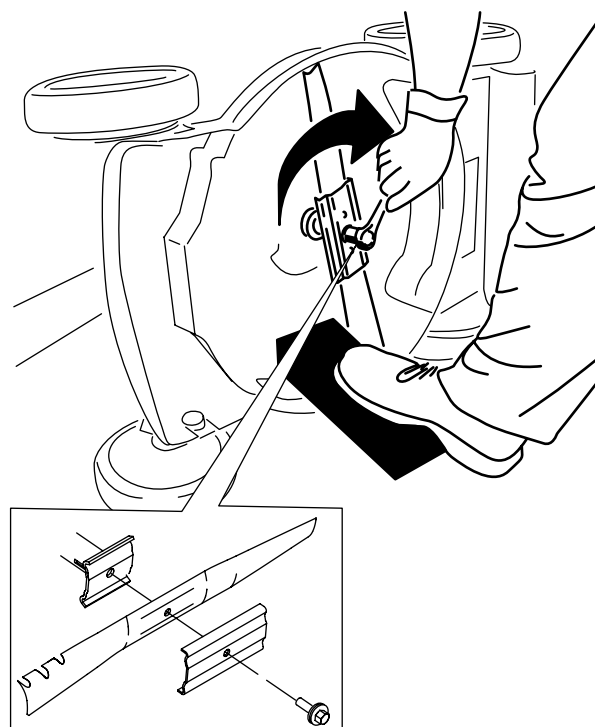

Figura 21
4. Montate la nuova lama e il bullone della lama (Figura 21).